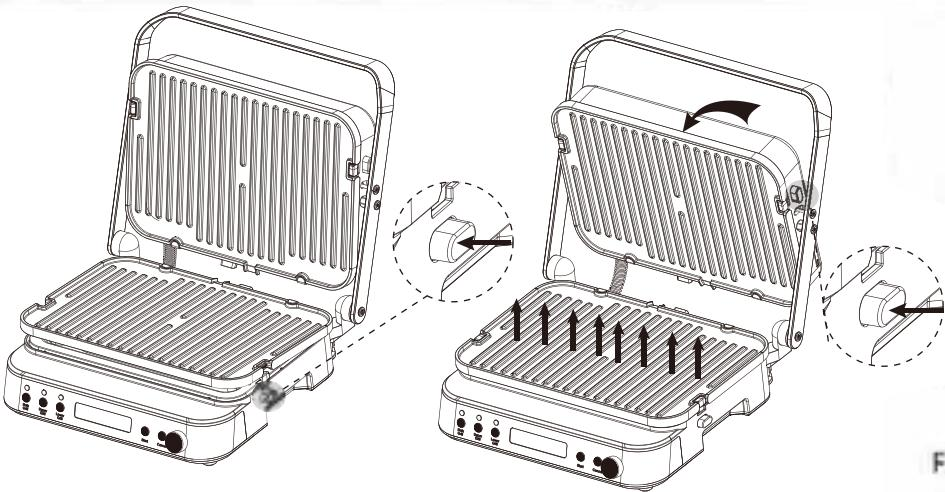
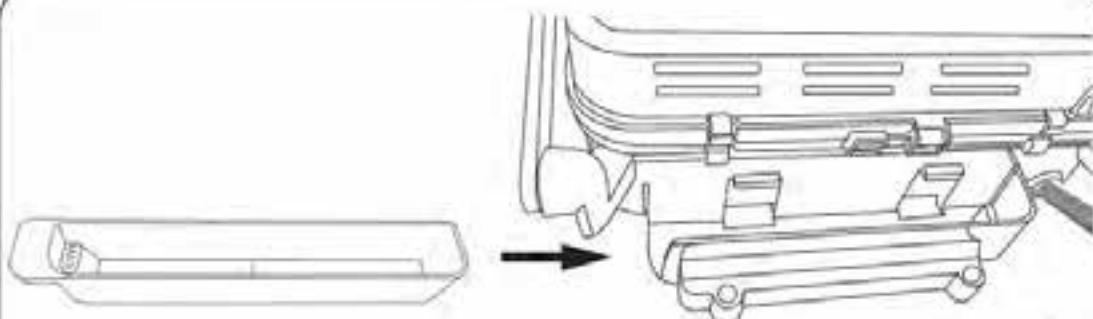

FIG.1
FIG.2
2. Retire la placa grill presionando el boton "desbloquear".(FIG.1)
5. Introduzca correctamente la bandeja de aceite en el aparato.(FIG.2)
1.Cuando termine el precalentamiento, use el mango para mover la cubierta superior a la posición abierta (como en la imagen 1), usando el guante de cocina, presione la cubierta superior para nivelar con el mango (como en la imagen 2), luego presione el mango y la cubierta superior a la posición plana (como pic3);